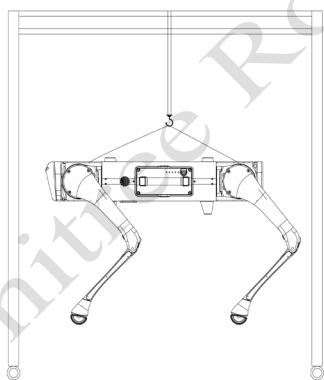

图 1：开机成功，四条腿会到达程序设定的初始位置。此时各关节处于高阻尼状态（关节刚度很大）
1. 若力传感器未发生飘移，则机器人四条腿会到达程序设定的初始位置（四条腿的平面会垂直于机身，并且大腿和小腿的关节刚度很大），如下图 1 所示。